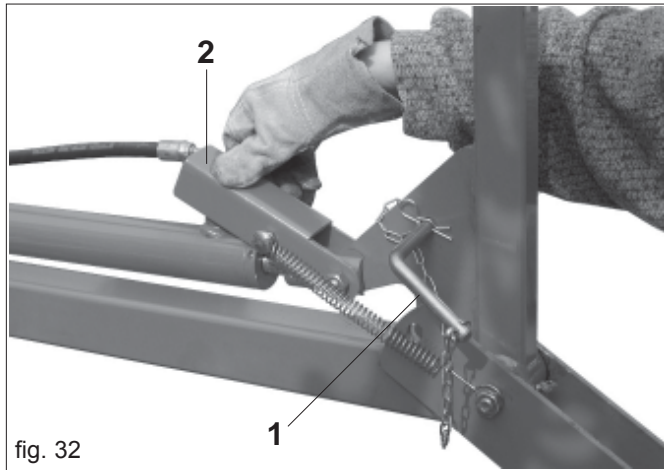

fig. 32
- 2) Dételer les loquets de sécurité et les replacer dans leur siège (1 Fig. 32). Puis, abaisser l'étrier de fixation le long du cylindre (2 Fig. 32).
Au cours des opérations de réglage et d'entretien de la boîte de vitesses, il est absolument interdit d'agir sur la vis (A Fig. 32): cela provoquerait en effet le dérèglement de la pièce entraînant de conséquence des effets négatifs sur la distribution.